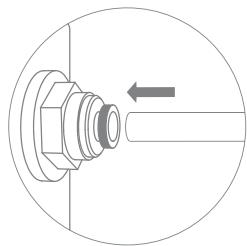

Рис. 5
- Вставьте трубку в фитинг через цанговое кольцо (Р) до упора (рис. 5). Для герметизации соединения, приложите дополнительное усилие, при этом трубка утопится еще примерно на 3 мм и будет плотно обжата резиновым кольцом фитинга.